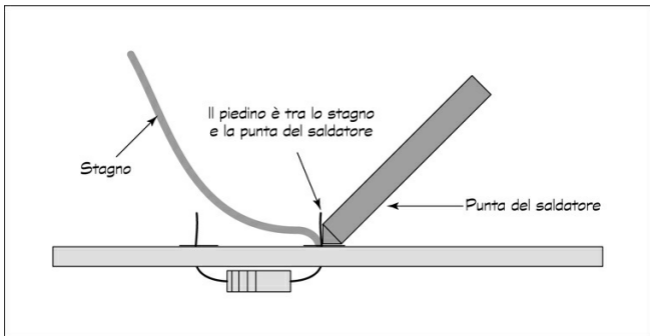

Figura 11.4 Occorre mantenere angolata la punta del saldatore, applicare la temperatura sulle parti metalliche e poi poggiare lo stagno nel punto di saldatura.
Impugnando il saldatore come una penna, posizionate la punta con un'angolazione di 30-45 gradi rispetto alla superficie di lavoro (Figura 11.4).
4. Applicate la punta del saldatore sugli elementi che dovete saldare (fate ancora riferimento alla Figura 11.4).